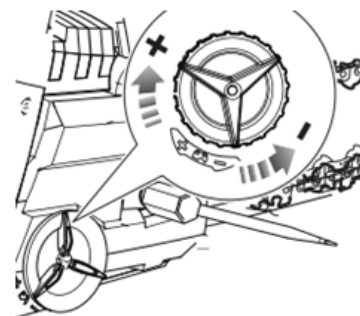

Fig 12
- Éliminez le mou de la chaîne en tournant son boulon de tension de chaîne dans le sens horaire jusqu'à ce qu'elle soit fermement en place contre la barre, avec les maillons d'entraînement dans la rainure de la barre. (Fig 12)